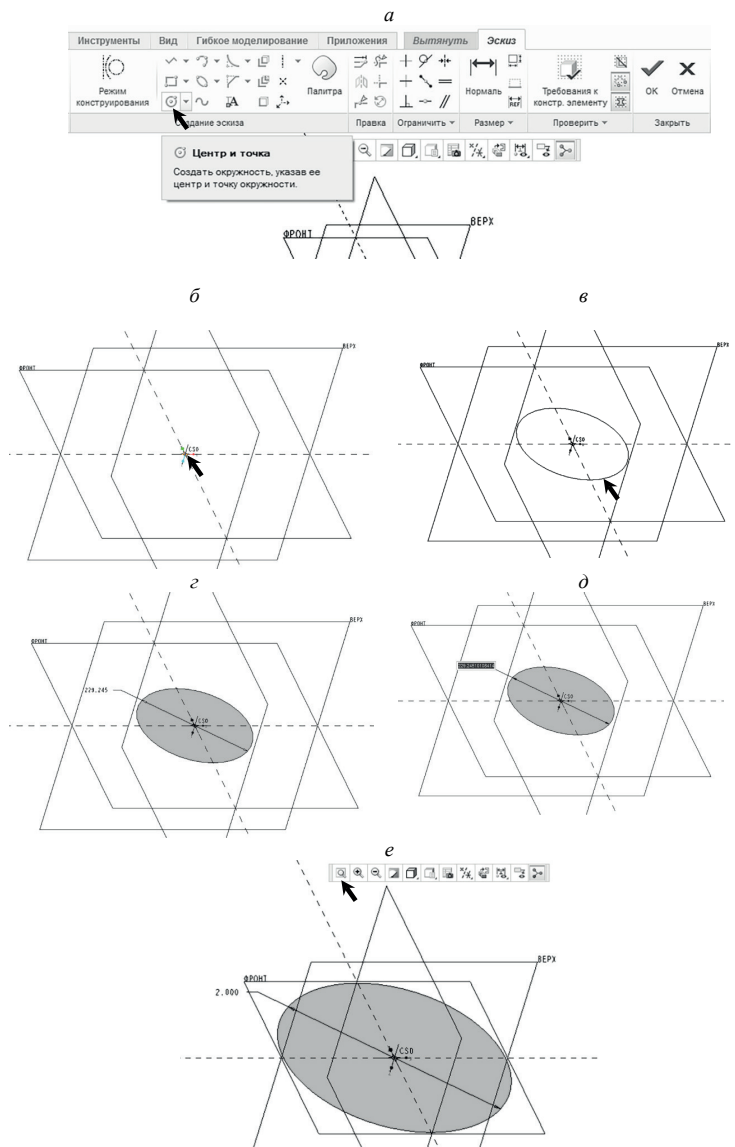

Рис. 1.10. Построение окружности (пояснения в тексте)
- используйте команду **Центр и точка**, как показано на рис. 1.10, а;
- затем укажите центр окружности в созданной по умолчанию системе координат (см. рис. 1.10, б);
- переместите мышью в сторону до появления окружности (см. рис. 1.10, в) и щелкните левой кнопкой мыши;
- завершите построение окружности нажатием на среднюю кнопку мыши (колесико). На эскизе окружности появился размер, как показано на рис. 1.10, *г* (у вас, вероятнее всего, будет другая величина);
- активизируйте получившееся значение двойным щелчком мыши (см. рис. 1.10, *д*);
- введите «правильный» размер (число 2) и нажмите **Enter**. Построение окружности диаметром 2 завершено (см. рис. 1.10, *е*).
Если изображение эскиза получилось слишком мелким, скорректируйте изображение, используя команду **Вписать** (кнопка запуска команды **Вписать** на рис. 1.10, *е* указана стрелкой).